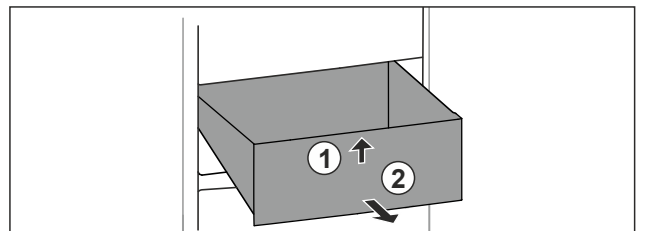

Fig. 86
- ▶ Tõstke sahtel eest üles. Fig. 86 (1)
- ▶ Võtke sahtel ettepoole välja. Fig. 86 (2)